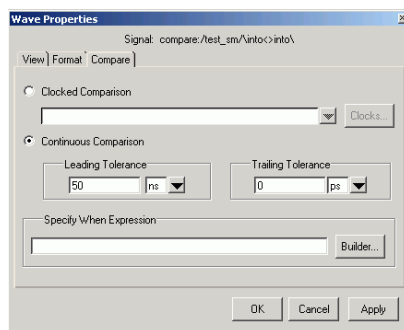

图3-63 比较公差设置
- 在波形窗口中选中信号【compare:test_sm\into<>into\】，单击鼠标右键选择【Properties】命令，弹出【Wave Properties】对话框，如图 3-63 所示。在【Compare】选项卡中选中【Continuous Comparison】单选项，并且在【Leading Tolerance】栏目中添加数值“50”，在其后的下拉列表中选择【ns】选项，单击  按钮保存设置并关闭对话框。